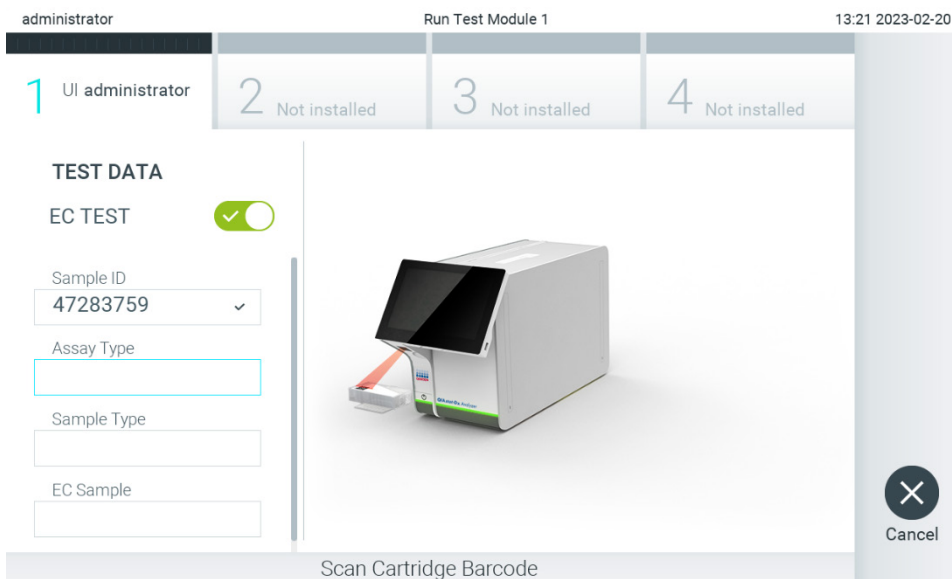

Abbildung 93. Scannen des Barcodes der QIAstat-Dx Assay-Kartusche.
4. Scannen Sie nach Aufforderung den Barcode der zu verwendenden QIAstat-Dx Assay-Kartusche. Der QIAstat-Dx Analyzer 2.0 erkennt den auszuführenden Assay automatisch anhand des Barcodes der QIAstat-Dx Assay-Kartusche (Abbildung 93).